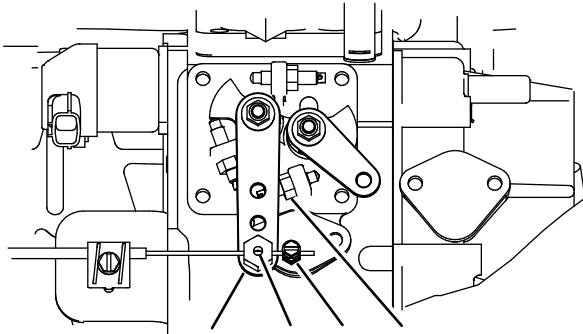

図 64
2. 燃料噴射ポンプのレバーの隣にあるスロットル・ケーブルのコネクタをゆるめる(図 64)。
3. インジェクション・ポンプ・レバーのアームをハイアイドル・ストップに当てる(図 64)。